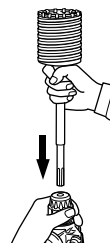

Fig. 27
- (2) Monter la queue de couronne sur le marteau rotatif à percussion. (Fig. 27)